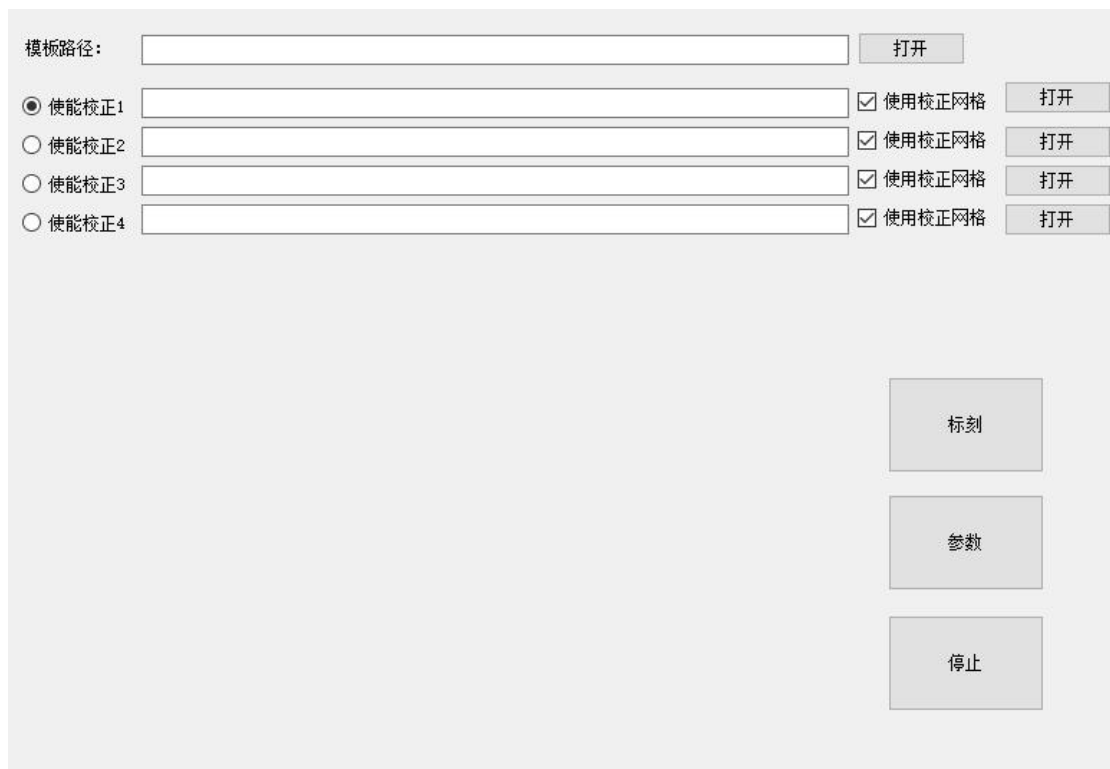

图 1.1
2. 在 Ezcad3\_Release 文档下选择  Test。打开后的软件如图 1.1 所示